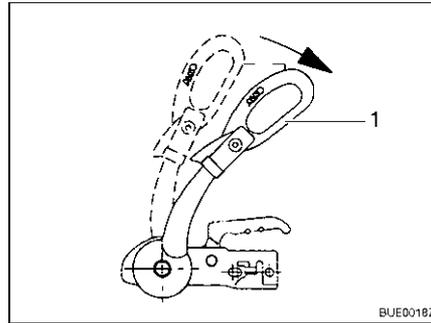

Bild 205 Stabilisierungsgriff
- Stabilisierungsgriff (Bild 205,1) öffnen.